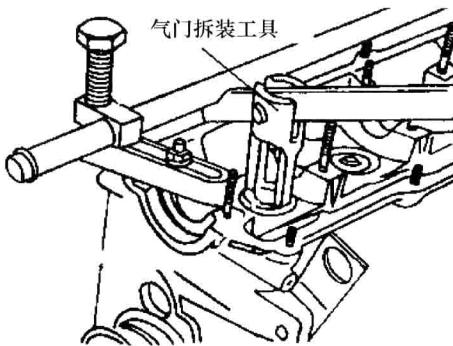

图 1-8 用专用工具拆卸气门
- (1) 取下挺杆体，按顺序放好。
- (2) 如图 1-8 所示，用专用工具将气门弹簧座压下，取下气门锁片，拆出气门弹簧。
- (3) 取下气门弹簧座、气门弹簧、气门油封和气门，并按顺序放好，不可混乱。
(1) 采用如图 1-8 所示的专用工具，将气门、气门弹簧等组件装入汽缸盖。再装入挺杆体。
(2) 润滑配气凸轮轴承表面，安装凸轮轴和轴承盖，先交替对角拧紧 2、4 号轴承盖，拧紧力矩为 $20 N \cdot m$ ；后安装 1、3、5 号轴承盖，拧紧力矩为 $20N \cdot m$ 。注意：安装凸轮轴时，第一缸的凸轮必须朝上；安装凸轮轴轴承时，要保证孔的上下部分对准。
(3) 将半月键安装到凸轮轴上，安装凸轮轴同步带轮，并拧紧到 $100N \cdot m$ 。